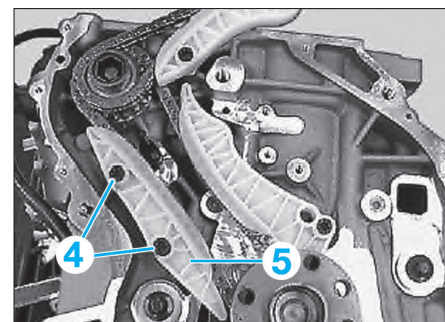

Fig. 10
- les vis (4) et la glissière (5) (Fig.10),